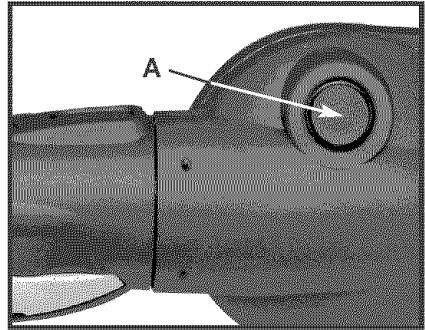
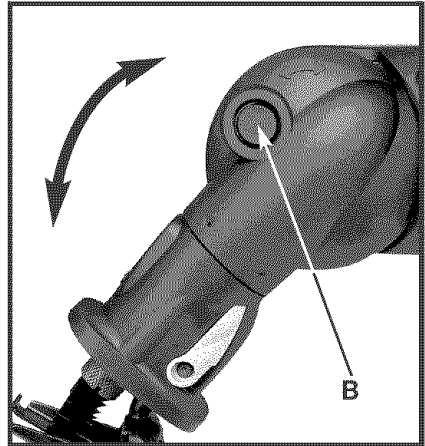

Fig. 6
Fig. 7
3. Para girar la caja de engranajes, oprima el botón de fijación (A), **Fig. 6**. Mantenga oprimido el botón mientras mueve la caja de engranajes hacia arriba o hacia abajo hasta la posición o el ángulo que se desee. Luego, suelte el botón de fijación y siga moviendo la caja de engranajes hasta que el botón de fijación se acople a presión en la posición de retén deseada (B), **Fig. 7**.